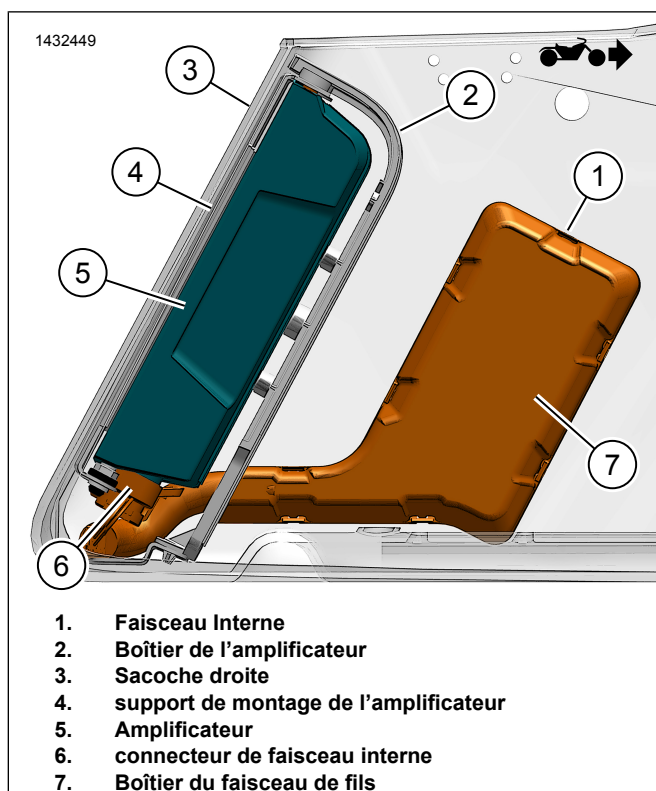
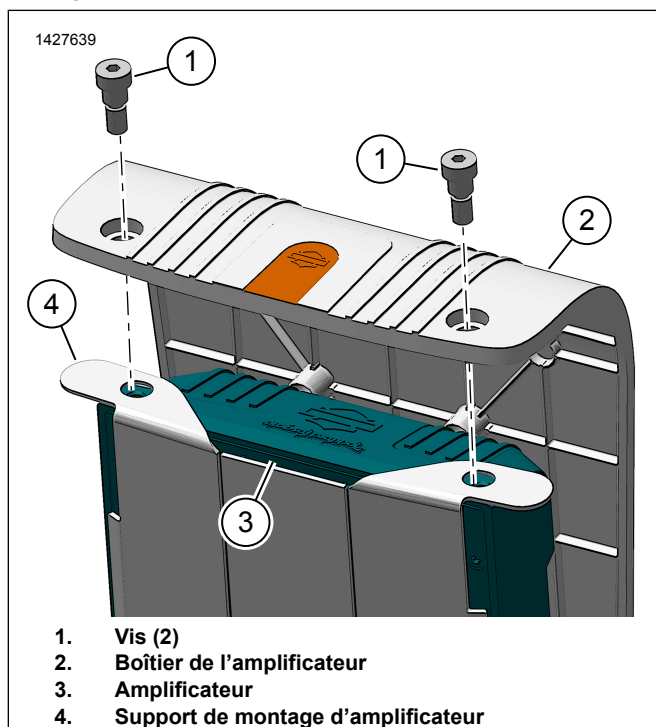

Figure 15. Faisceau de sacoche avec amplificateur
Figure 16. Boîtier de l'Amplificateur
7. Voir la Figure 15. Installez l'amplificateur (5) dans le support de montage de l'amplificateur (4).
8. Installez le couvercle de l'amplificateur (2).
9. Voir la Figure 16. Installez les vis (1). Serrer.